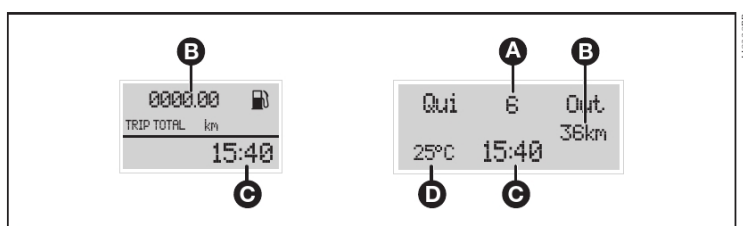

fig. 56
- Hodômetro total/parcial (B-fig. 56).
- Relógio (C-fig. 56).
- Temperatura externa (D-fig. 56).
- Data (A-fig. 56).